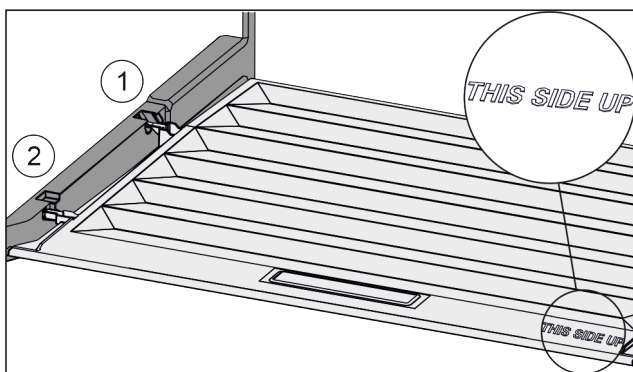

Fig. 69
- ▶ Вставить поперечные ребра крышки через отверстие заднего держателя Fig. 69 (1) и защелкнуть спереди в держателе Fig. 69 (2).